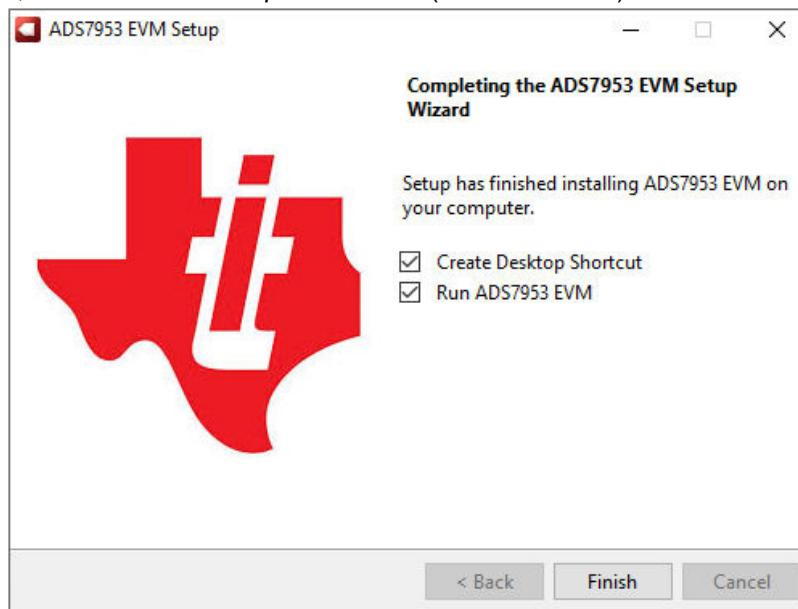

图 5-4. 软件安装最后一步
- 在这些安装完成后，选中 *Create Desktop Shortcut* 框（如图 5-4 所示）。